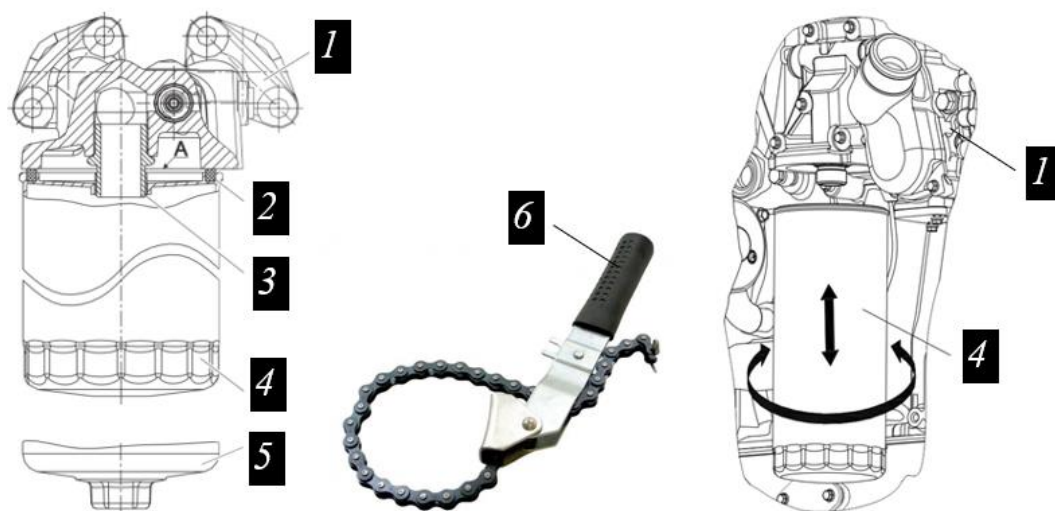

Рисунок 3.24. Процедура замены масляного фильтра
- Отвернуть отработанный сменный фильтр 4 от корпуса масляного фильтра 1 рис. 3.24.
- Смазать уплотнительное кольцо 2 нового сменного фильтра моторным маслом рис. 3.24;